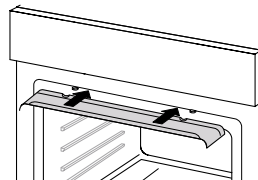

fig. 9: Beschermplaat
- Schuif de beschermplaat op de nokjes onder het bedieningspaneel bovenin de oven (zie fig. 9).